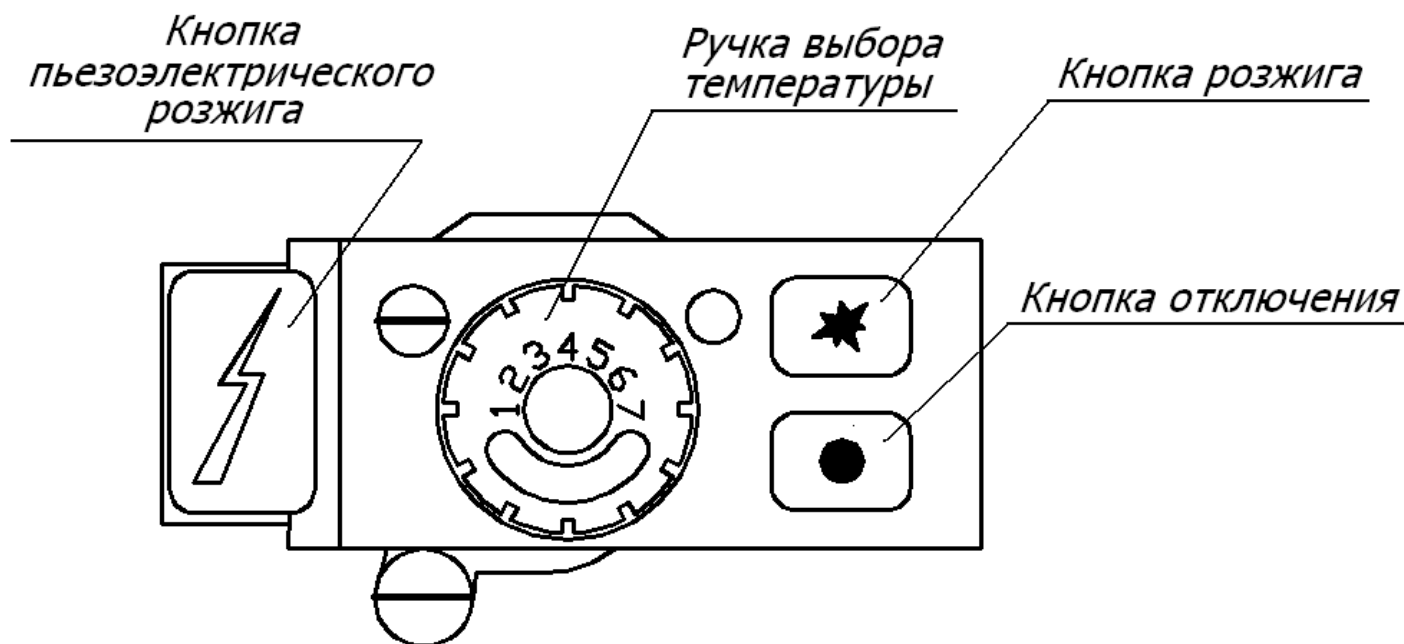

Рисунок 3. Элементы управления газового клапана 710 MINISIT.
- повернуть ручку выбора температуры (рис.3) по часовой стрелке до упора в положение "РОЗЖИГ";
7.2.2 Установить ручку регулирования температуры (рис.3) на желаемую температуру.
7.3.1 Повернуть ручку управления (рис.3) по часовой стрелке в положение "РОЗЖИГ".
При отпускании кнопки включения (рис.3) гаснет пламя на запальной горелке